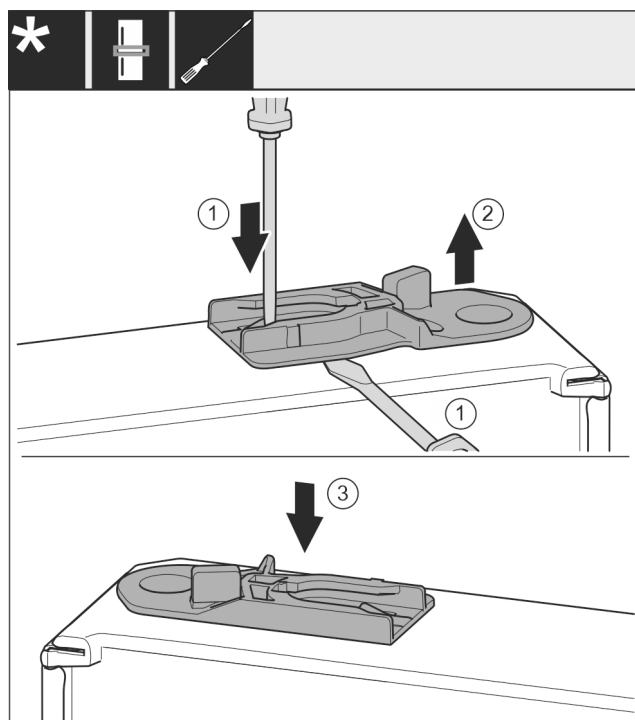

Fig. 41
- ▶ Führungsbuchse herausziehen: Lasche Fig. 41 (1) mit Schlitzschraubendreher drücken und gleichzeitig mit Schlitzschraubendreher unter Führungsbuchse Fig. 41 (2) fahren.
- ▶ Im Lieferumfang beiliegende Führungsbuchse Fig. 41 (3) auf anderer Gehäuseseite einschieben.